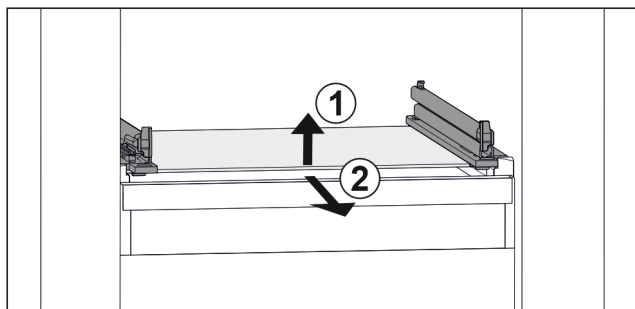

Fig. 46 Eksempel på fremstilling av glassplaten
- Løft opp glassplaten foran. Fig. 46 (1)
- Ta ut glassplaten fremover. Fig. 46 (2)